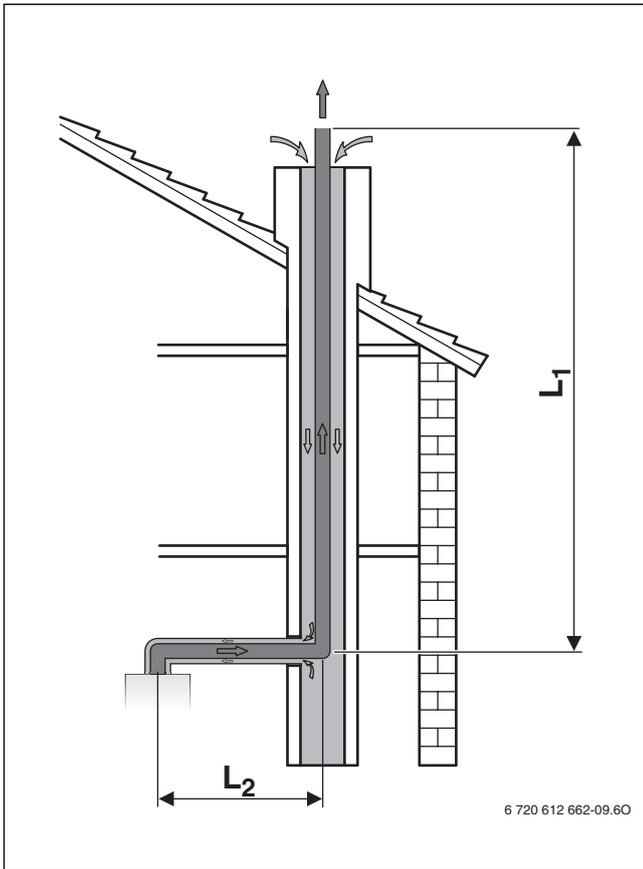

Fig. 11 Condotto combustivi intubato in camino secondo C₉₃ (rigido)
- Se l'adduzione dell'aria comburente attraverso il camino avviene in controcorrente (→ fig. 11), il camino deve essere pulito.